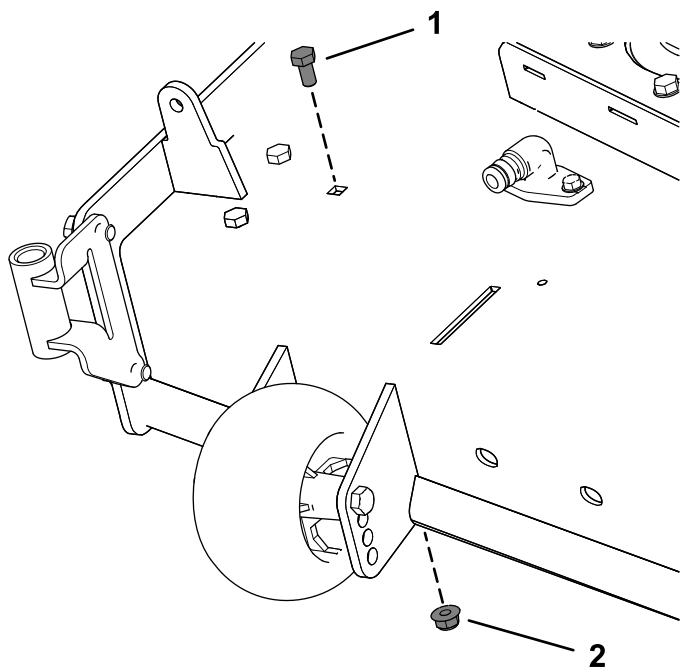

Figura 9
2. Retire o parafuso e porca existentes da plataforma do cortador (Figura 9).
Para plataformas de cortador de 137 cm, retire o parafuso e a porca como se mostra na Figura 9.